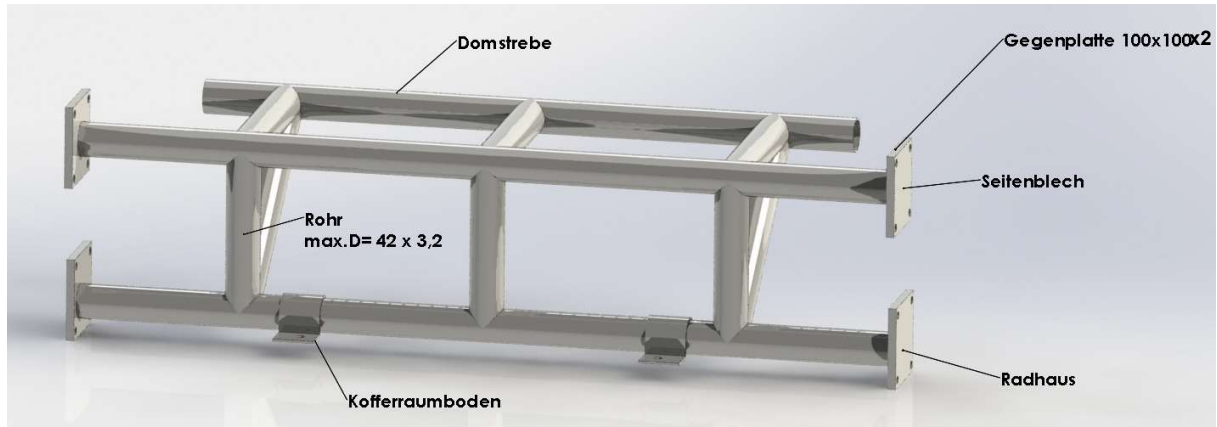

Bild 4
- Das Rohr zwischen den Seitenwänden kann durch 3 Rohre mit der Domstrebe (Rohr max. D=42 x 3,2 mm) und zusätzlich mit 3 weiteren Rohren (Rohr max. D=42 x 3,2 mm), mit dem Rohr auf dem Kofferraumboden verbunden werden. Zur Abstützung der unteren Querstrebe dürfen zwei Rohre diagonal mit der Domstrebe eingesetzt werden (siehe Bild 4).